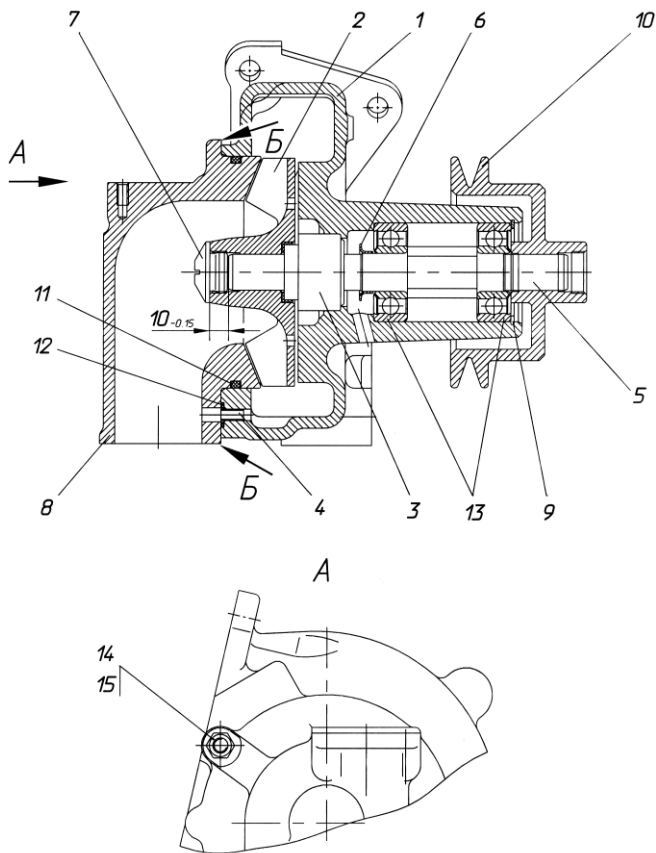

Рисунок 86 – Водяной насос:
- 5 Отвернуть гайки 14 (рис. 86) патрубка 8.
- 12 Извлечь из канавки корпуса 1 (рис. 86) насоса стопорное кольцо 9.
- 2 Напрессовать на вал 5 (рис. 86) подшипники 13 и водосбрасыватель 6. При этом необходимо:
- 9 Напрессовать крыльчатку 2 в сборе с манжетой и уплотнительной втулкой на вал 5 (рис. 86). При этом необходимо:
- установить крыльчатку ив валу в размер  $10_{-0,15}$  мм (рис. 86) между торцом вала и торцом ступицы крыльчатки. Для этого необходимо при запрессовке установить на торец вала диск диаметром не более 13 мм и высотой  $10_{0,15}$  мм.